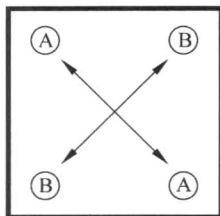

图 1-12 以对角线顺序向下推
(2) 将两组扣具以对角线的顺序向下推,使散热器和风扇能正确地扣合在主板上,如图 1-12 所示。